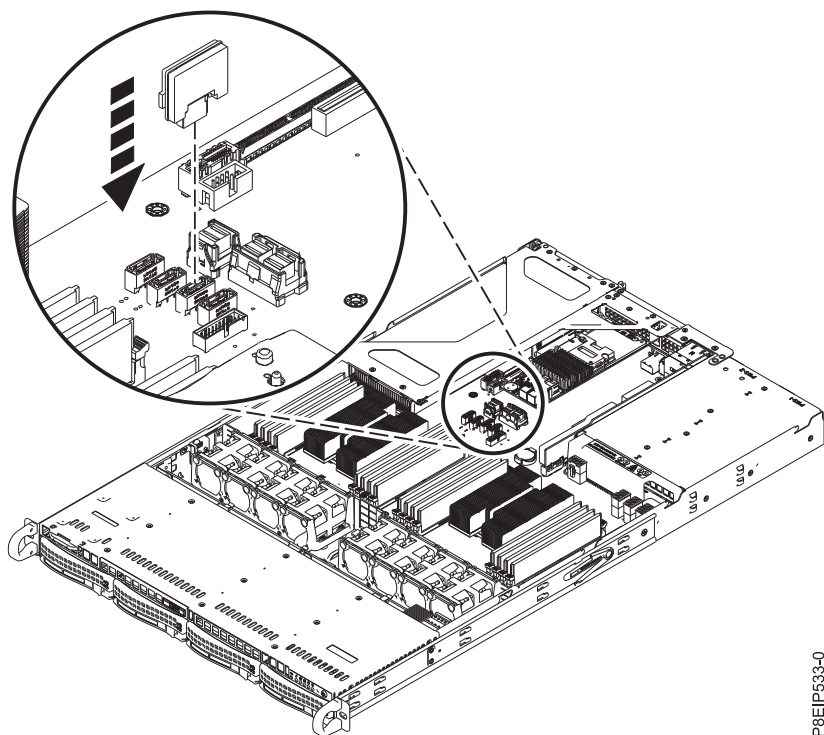

Figure 10. Installation d'un DOM
2. Installez le DOM dans le fond de panier système, dans les positions **(A)**, comme indiqué dans la figure 10. Selon le modèle du disque sur module (DOM), il sera éventuellement nécessaire de connecter un petit cordon d'alimentation pour le DOM. Veillez à connecter les connecteurs de manière adéquate.